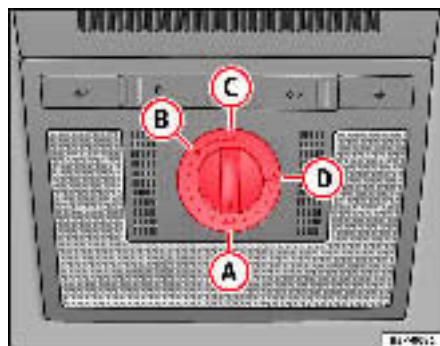

Fig. 70 Détail de la garniture intérieure du plafond : commande rotative du toit ouvrant coulissant/relevable
- Tournez la commande rotative en position **A** ⇒ fig. 70 ⇒ ⚠.